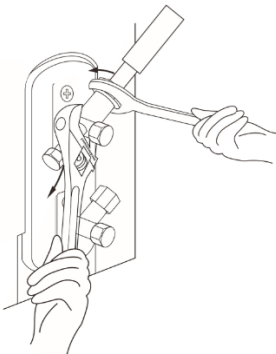

Fig. 5.10
4. Fassen Sie den Ventilkörper mit einem Schlüssel an. Fassen Sie nicht die Mutter an, die das Serviceventil abdichtet. (Siehe Abb. 5.10)